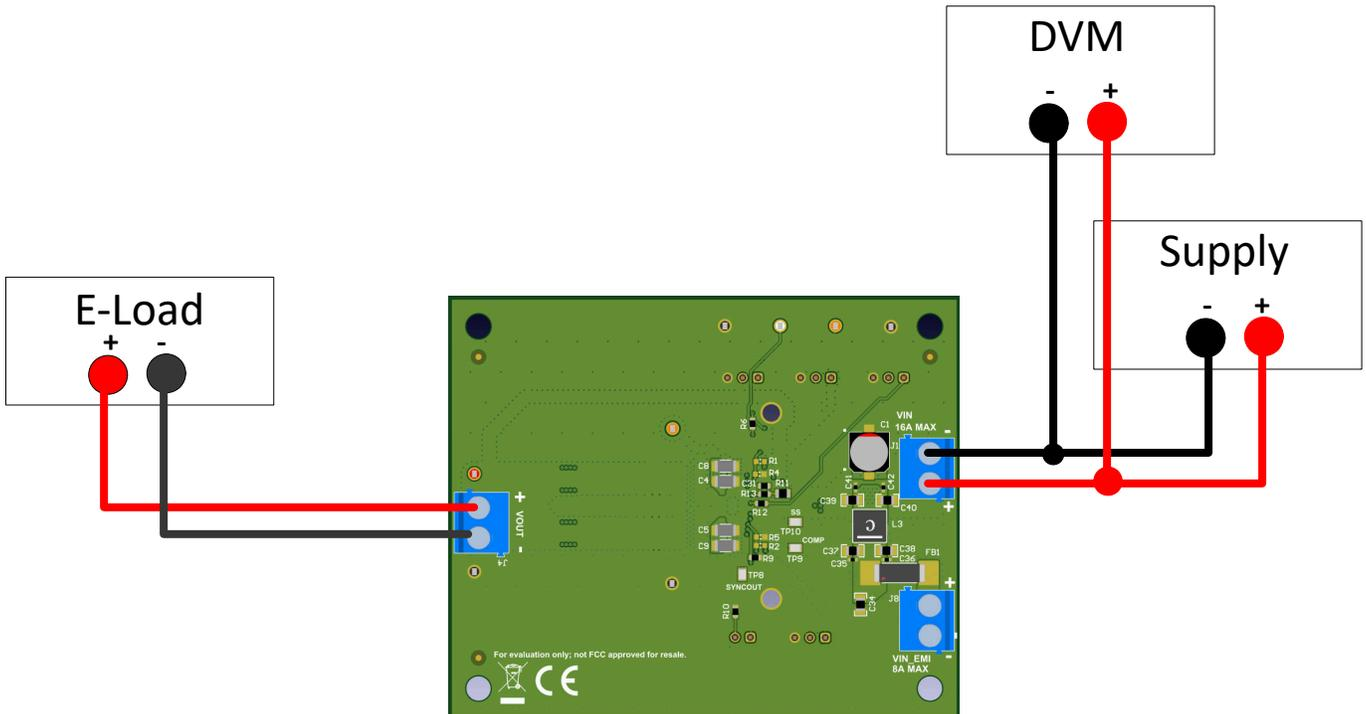

图 2-1. EVM 测试设置
- 将负载连接到 VOUT+ 和 VOUT - 接头，如图 2-1 所示。在施加输入电压之前，将负载设置为恒阻模式或恒流模式，电流为 0A。